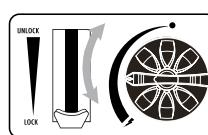

fig. 5
- Ajuste el mando de control a la posición deseada. (fig.5) ¡No coloque nunca la palanca del cartucho (6) en la posición "UNLOCK" durante el uso!